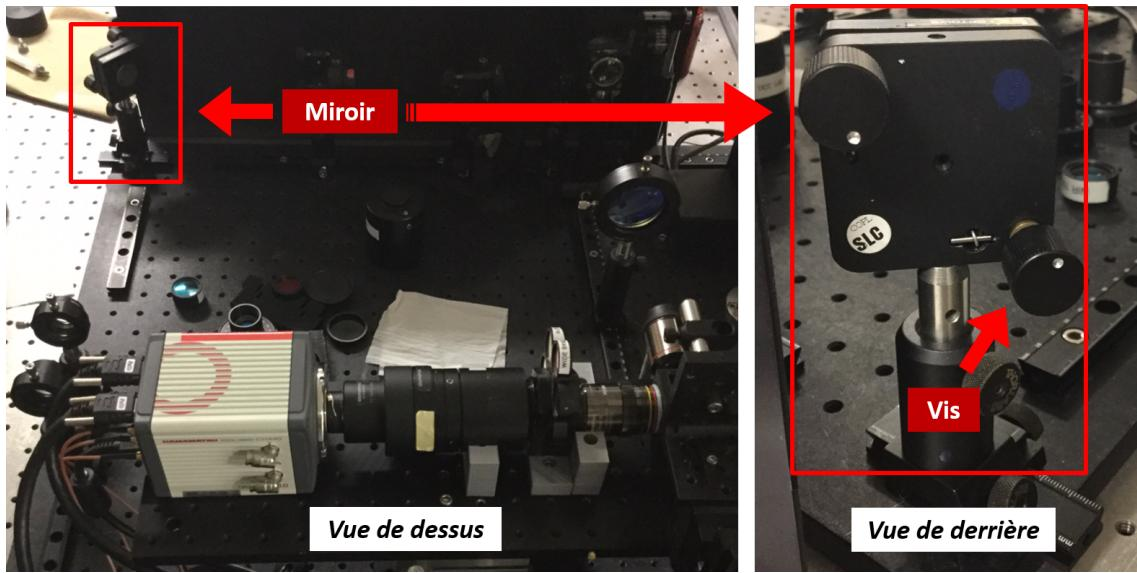

Figure 22 – Miroir à ajuster
**Peak Position against Distance** montre la position verticale du pic d'intensité selon la position axiale (i.e. le long du faisceau). Autrement dit, on voit si le faisceau est droit/parallèle horizontalement par rapport à la caméra. But : avoir une fonction constante. On peut ajuster en tournant la vis du bas du miroir présenté à la figure 22.